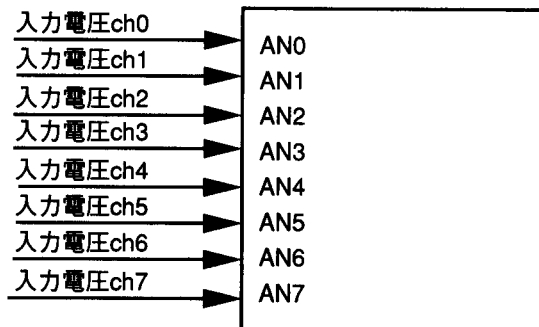

図2.10.1 SH7040による電圧の測定ブロック図
- (1) 図2.10.1に示すように、8chの電圧を入力し、A/D変換した結果をDTCでRAMに格納します。
- (2) A/D変換はグループモード/シングルに設定し2chの同時サンプルを行う。
- (3) A/D変換の起動はMTUのTGR0Aのコンペアマッチで行います。
- (4) DTCのブロック転送は、A/Dの終了割り込みで行います。